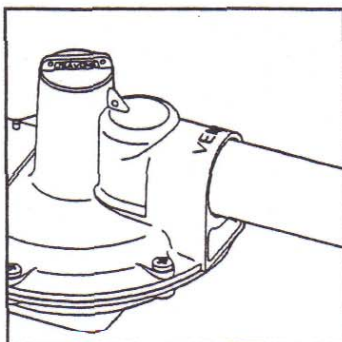

Abb. 3
2. Abblaseleitung (1" bei G $\frac{3}{4}$ "-1"/DN20-25 bzw. 2" bei G $1\frac{1}{2}$ "-2"/DN40-50) anschließen, Dichtung s.o.. Abblaseleitung in Atmosphäre oder drucklose Abgasleitung führen. Sicherstellen, daß kein Wasser eindringen kann (s. Abb. 3)